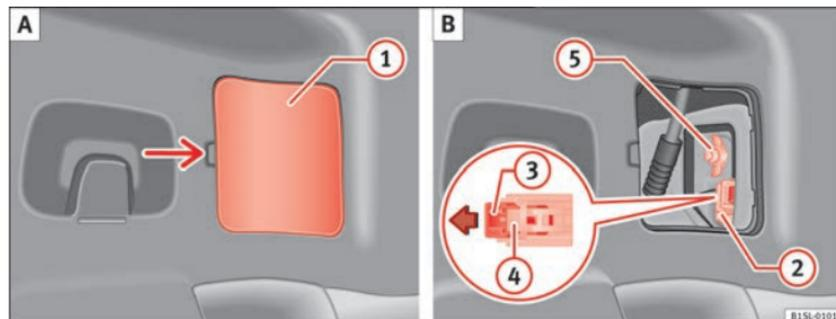

Fig. 155 Nella parte laterale del bagagliaio: A: Smontare la copertura, B: Smontaggio dei gruppi ottici posteriori.
3. Staccare la copertura ① con attenzione facendo leva ⇒ fig. 155 A.
4. Tirare il blocco ③ nel connettore ② nella direzione della freccia ⇒ fig. 155 B. Usare il cacciavite degli attrezzi di bordo.
5. Premere lo scatto ④ ed estrarre il connettore ② ⇒ fig. 155 B.
6. Svitare il dado a farfalla ⑤ ⇒ fig. 155 B.
13. Tenere fermo con una mano il fanale nella posizione di montaggio e avvitare il dado a farfalla con l'altra mano ⑤ ⇒ fig. 155 B.
15. Inserire il connettore ② nel portalampada e premere il bloccaggio ③ nel connettore nella direzione opposta a quella indicata dalla freccia ⇒ fig. 155 B.